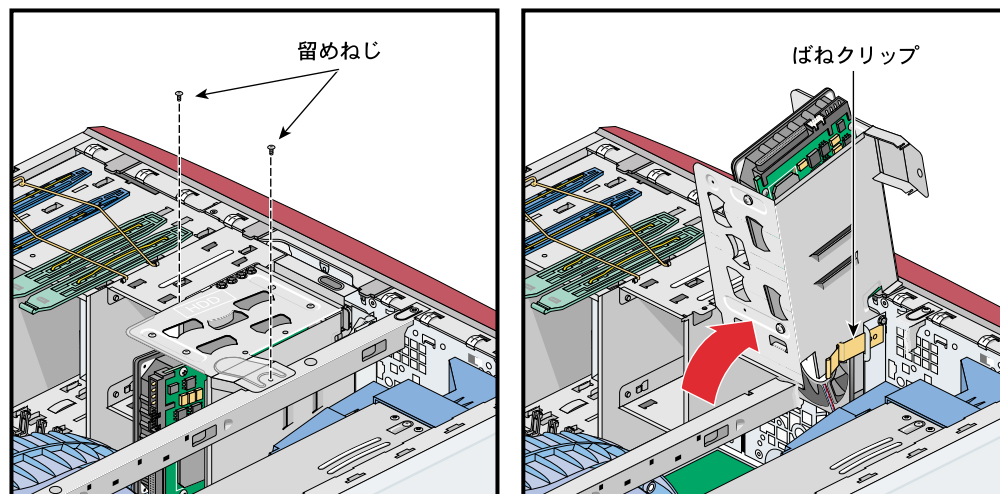

図 4-42 下段ドライブ・ケージを開く
3. 下段ディスク・ドライブ・ケージをシャーシに固定している 2 本のねじを取外します。続いて、所定の位置にロックされるまで、ドライブ・ケージを上回転させてシャーシの外に出します。図 4-42 を参照してください。